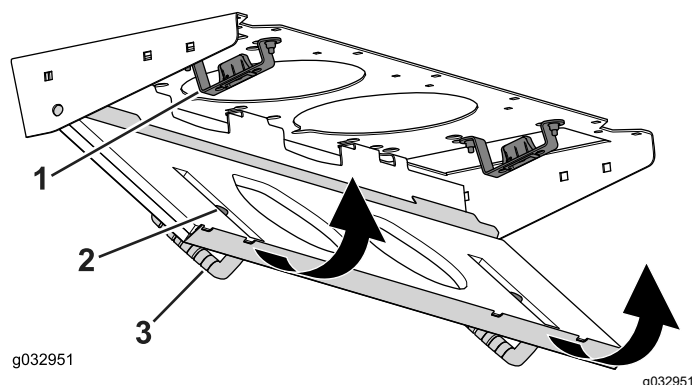

Figure 104
4. Faites pivoter le filtre sur les languettes jusqu'à ce que le pêne s'enclenche dans la gâche (Figure 104).